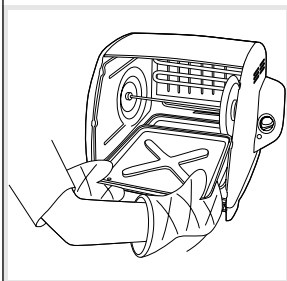

FIGURA 9
16. Después de que la unidad se enfríe, mientras utiliza guantes resistentes al calor, quite la bandeja del goteo. ***(Tenga cuidado: los contenidos de la bandeja de goteo estan extremadamente calientes.)*** (Figura 9)